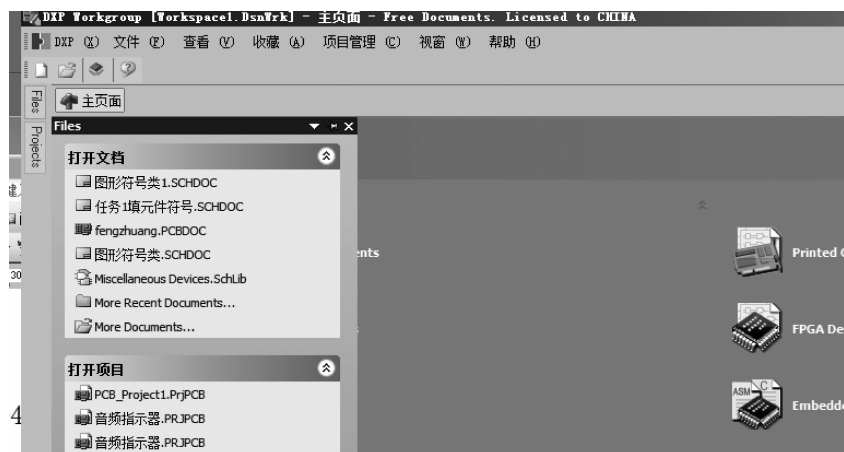

图 1-76 Protel DXP 2004 中文工作界面
(6) 关闭 Protel DXP 2004 软件，重新启动 Protel DXP 2004。此时，可以看到工作界面已经变为中文操作界面，如图 1-76 所示。